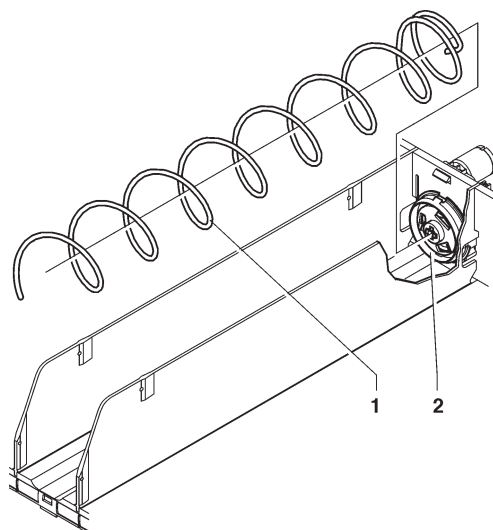

Fig. 26
- Spostare le guide (vedi fig. 26) poste sui supporti laterali tranne le prime in basso che rimangono nella stessa posizione.